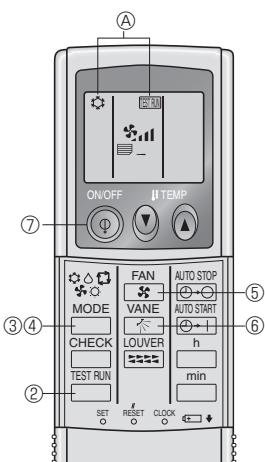

Fig. 7-5
7.2.2. Utilisation de la télécommande sans fil (Fig. 7-5)
- ① Mettre l'appareil sous tension au moins 12 heures avant l'essai de fonctionnement.
- ② Appuyer sur le bouton **TEST RUN** deux fois sans le relâcher.